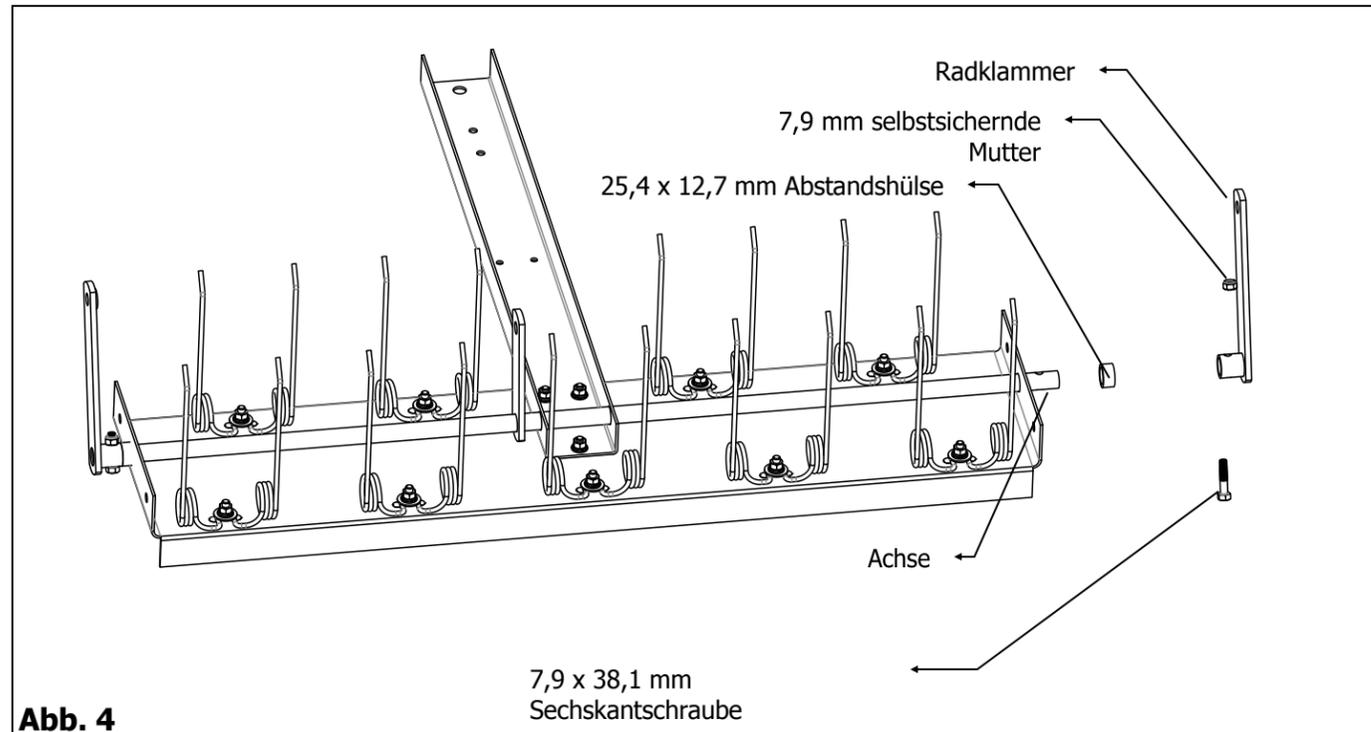

Abb. 4
4. Stecken Sie eine 25,4 x 12,7 Abstandshülse auf die Achse, gefolgt von einer Radklammer. Richten Sie das Loch in der Radklammer am Loch in der Achse aus. Stecken Sie eine 7,9 x 38,1 mm Sechskantschraube in das Loch in der Radklammer und in der Achse. Sichern Sie sie mit einer 7,9 mm selbstsichernden Mutter. Wiederholen Sie diesen Vorgang an der anderen Seite. Siehe Abbildung 4.